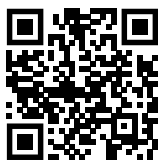

Fig. 116
- Abrir el Liebherr SmartMonitoring Dashboard. (consulte Fig. 116).